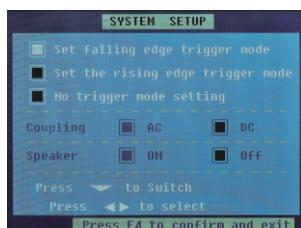
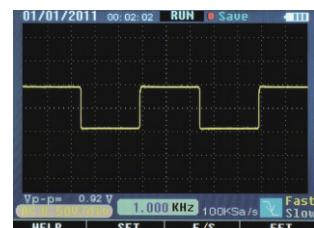

图 2-8-1
图 2-8-2
- 上升沿设置操作：按“设置”→“触发”→“上升沿”→“保存并退出”（图2-8-1），（图2-8-2）。